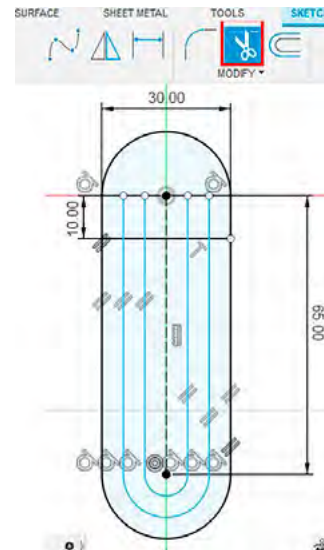

Рис. 8
2.7. Удалите лишние линии с помощью инструмента TRIM во вкладке MODIFY (рис. 8).